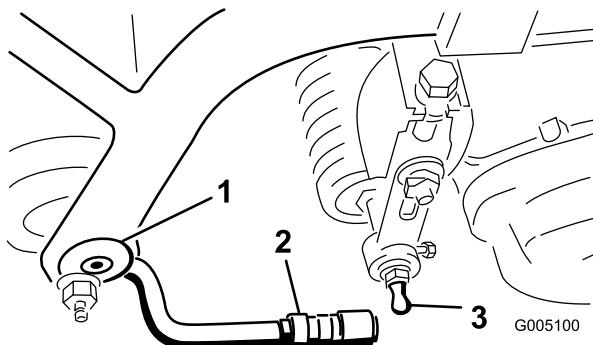

Figure 8
2. Placez une rondelle et une rotule à chaque extrémité du rouleau avant sur les plateaux de coupe (Figure 8).
4. Repoussez la gaine sur la rotule et tournez le bras de traction vers le bas pour que la boîte s'adapte sur la sphère. Relâchez la gaine pour qu'elle vienne recouvrir le goujon et solidarise les ensembles (Figure 8).